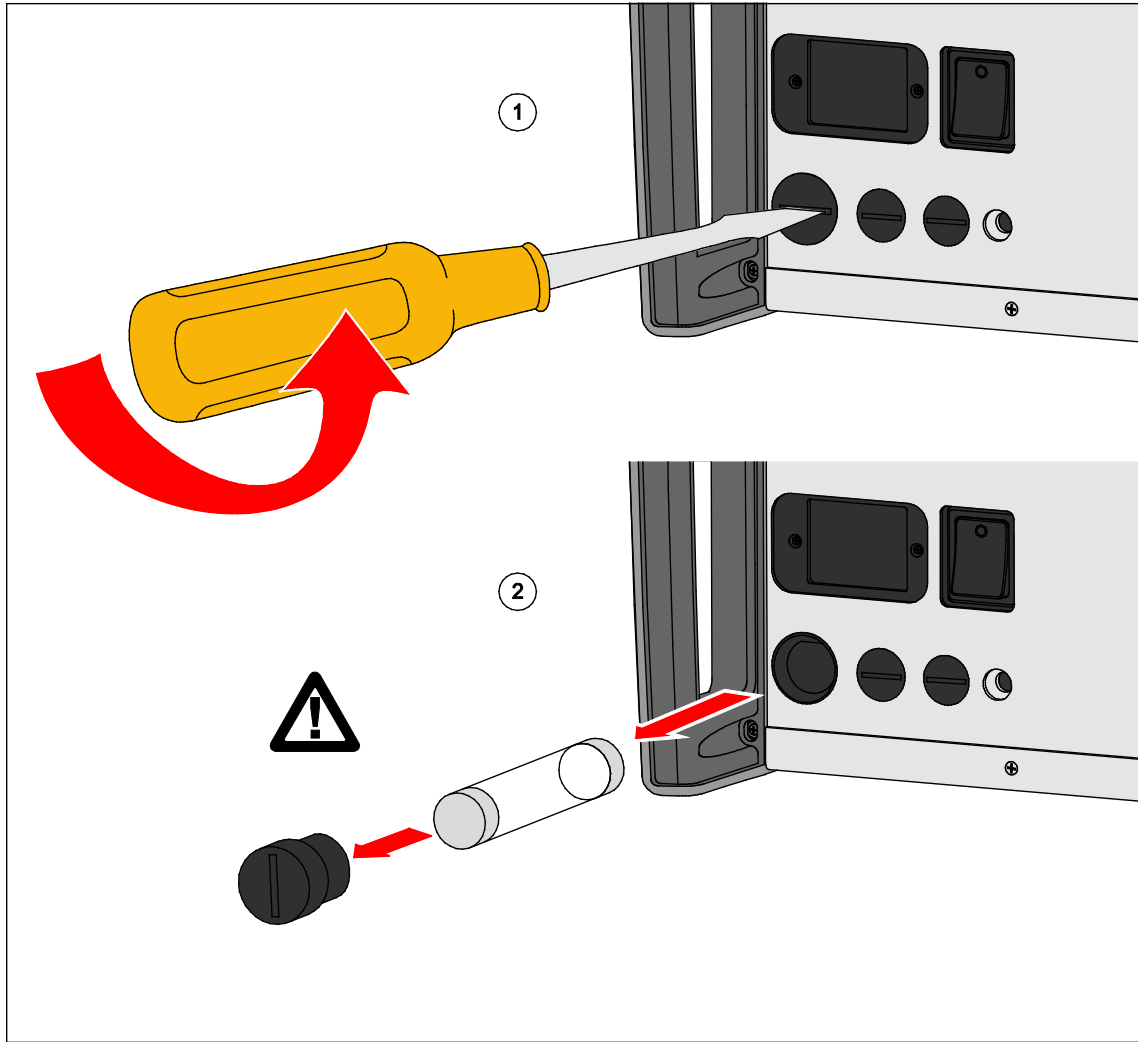

图 5-4. 更换保险丝
4. 取下保险丝，使用具有正确额定值的新保险丝进行更换。请参见表 5-10 和图 5-4。